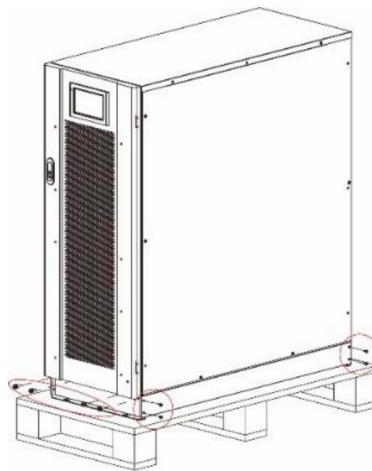

Figura 3-2 · Remoção da cantoneira em L
6. Confirmado o bom estado do equipamento, retire a cantoneira em L que prende o gabinete ao palete, conforme a Figura 3-2.